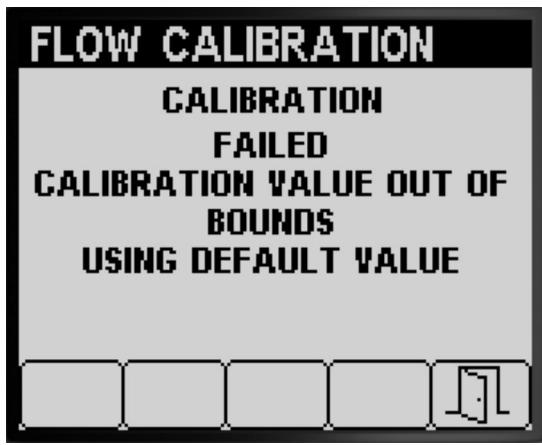

Figura 57
Se o valor da calibração estiver fora dos limites (Figura 57), contacte o seu representante de assistência autorizado Toro; caso contrário, reveja a mensagem de erro e repita os passos da calibração em Preparação do teste de recolha \(página 17\), Preparação do teste de recolha da secção do pulverizador \(página 19\) e Efetuação dos cálculos da calibração \(página 21\).
3. Prima o botão 5 para sair do ecrã Calibração da velocidade (Figura 55, Figura 56 e Figura 57).